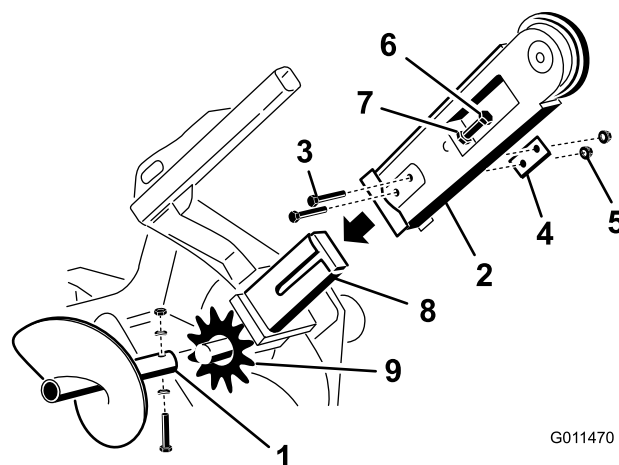

Figura 4
2. Rimuovete il bullone, le 2 rondelle curve e il dado che fissano la coclea, quindi rimuovete la coclea (Figura 4).
3. Togliete i due bulloni, i dadi e le rondelle doppie montate sulla parte laterale della barra (Figura 4).
4. Allentate il dado di regolazione e il controdado (Figura 4).